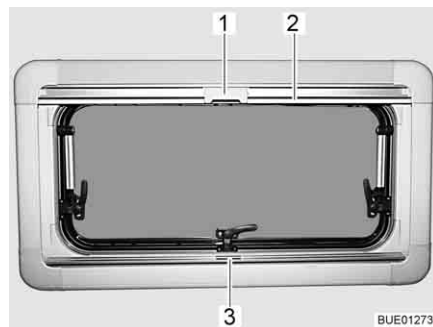

Fig. 110 Finestra apribile
- Afferrare la tendina oscurante pieghevole per la parte centrale della barra di presa (Fig. 110,3), tirarla dal basso verso l'alto e rilasciarla nella posizione desiderata. La tendina oscurante pieghevole rimane in questa posizione.
- Tirare la zanzariera a rullo accompagnandola con la barra di presa (Fig. 110,2) verso il basso, fino a quando la barra di presa non arriva a contatto con la tendina oscurante pieghevole (Fig. 110,3).
- Bloccare l'aggancio (Fig. 110,1) della zanzariera a rullo nella barra di presa della tendina oscurante pieghevole.
- Premere in alto all'indietro l'aggancio (Fig. 110,1) sulla zanzariera a rullo.
- Riconduurre lentamente la zanzariera a rullo accompagnandola con la barra di presa (Fig. 110,2).